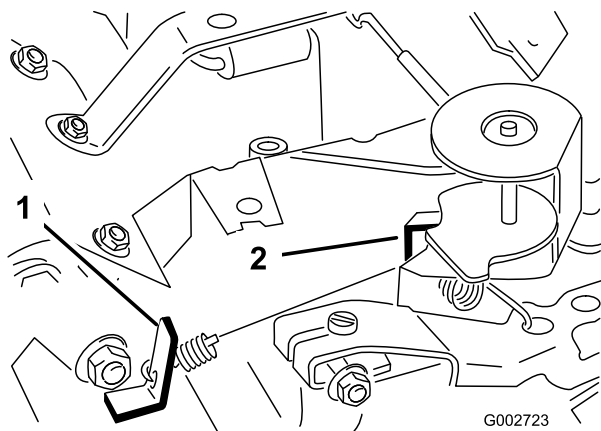

図 38
3. 長足アイドル・スプリング・アンカーの耳(図 38)を曲げて、エンジン速度を 1725r
5. スロットル・コントロールをFAST位置とする。高速アイドル・スプリング・アンカーの耳(図 38)を曲げて、エンジン速度を 3400 \pm 50 RPM に調整する。